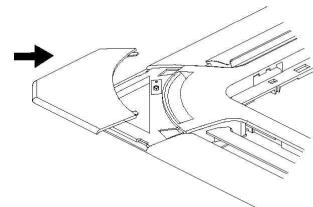

Fig. 5.13
6. Ajustar las cubiertas de instalación en las cuatro esquinas, pulsandolas hacia adentro. (Vease fig. 5.13)